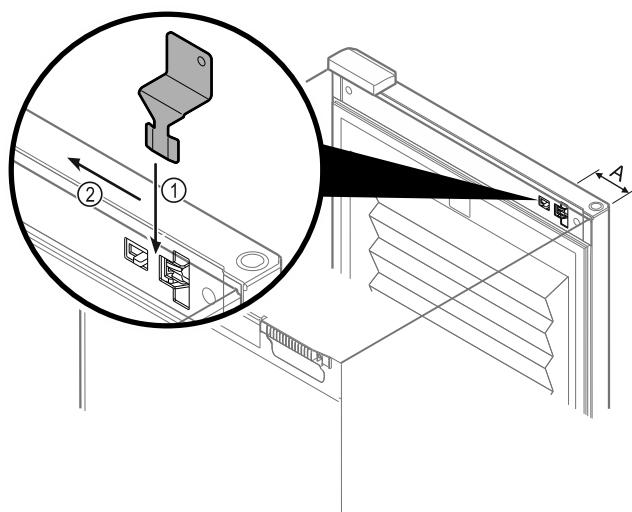

Fig. 136
- Notentriegelungsschlüssel an vorgegebener Stelle positionieren Fig. 136 (A) ~ 100 mm.
- Notentriegelungsschlüssel Fig. 136 (1) zwischen Tür und Gerätekörper von oben bis zum Anschlag einstecken.
- Notentriegelungsschlüssel in Richtung Scharnier ziehen. Fig. 136 (2)